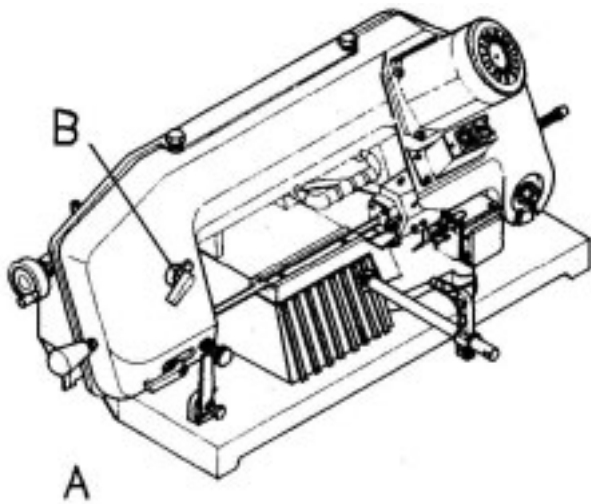

Fig. 6
1. Si la pièce est de grandes dimensions, desserrez la manette (A) de la fig. 6. Déplacez le guide vers la pièce d'environ 2.5 cm, puis resserrez la manette.